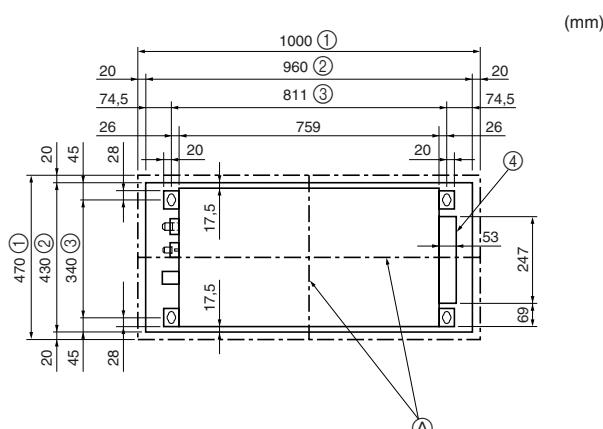
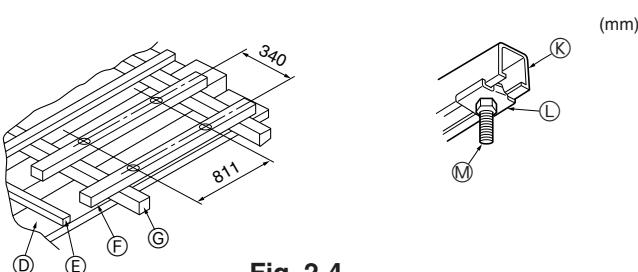

Fig. 2-3
Fig. 2-4
2.3. Lage der Öffnungen in der Decke und der Befestigungsschrauben für die Aufhängung (Fig. 2-3)
- ① Außenseite des Gitters
- ② Deckenöffnung
- ③ Schraubenabstand
- ④ Schaltkasten
- ① Holzbauten (Fig. 2-4)